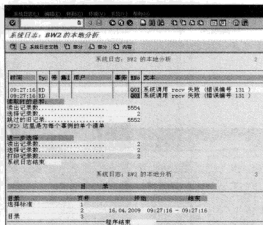

图 4-75 读取日志文件
STEP 2 在此界面,可以通过选择系统日志产生的日期/时间、使用者、事务处理代码、问题和警告等来找到对应的日志文件。选择好条件之后,单击“读系统日志”按钮,即可读取相应的系统日志,如图 4-75 所示。